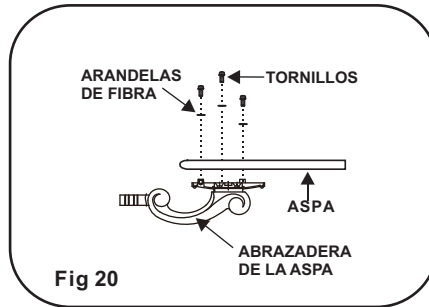

Fig 20
Paso1. Monte la Aspa a la abrazadera de la Aspa usando los tornillos y las arandelas prooveidos. Apriete los tornillos firmemente. Repita esta operacion con las otras Aspas. (Fig. 20)